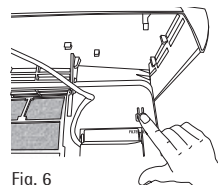

Fig. 6
5. Após a limpeza do filtro é necessário desligar o indicador de limpeza do filtro, para isso, pressione o botão localizado na lateral direita do produto (fig. 6) conforme etiqueta orientativa, já com o produto ligado.